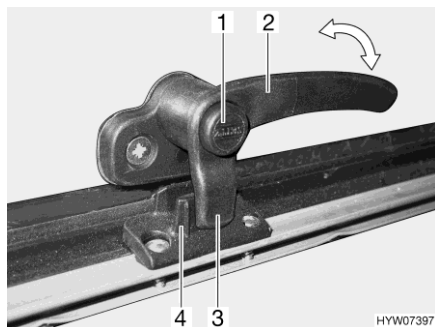
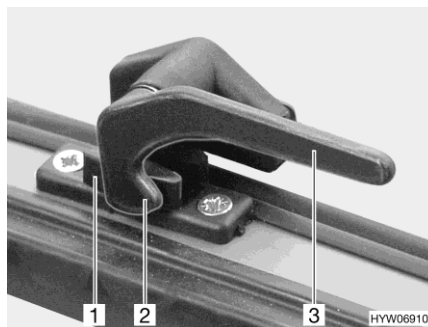

Bild 86 Låsarm med låsknapp i läget "stängd"
Bild 87 Låsarm i läget "stängd"
- Tryck på låsknappen (Bild 86,1) om sådan finns och håll den nedtryckt.
- Sväng låsarmen (Bild 86,2 eller Bild 87,3) ett kvarts varv mot fönstrets mitt.
- Sväng låsarmen (Bild 86,2 eller Bild 87,3) ett kvarts varv mot fönsterkarmen.
- Låsspaken (Bild 86,3 eller Bild 87,2) på låsarmen sitter helt på fönsterlåsets insida (Bild 86,4 eller Bild 87,1).
- I läget "helt stängt" (Bild 86 och Bild 87)